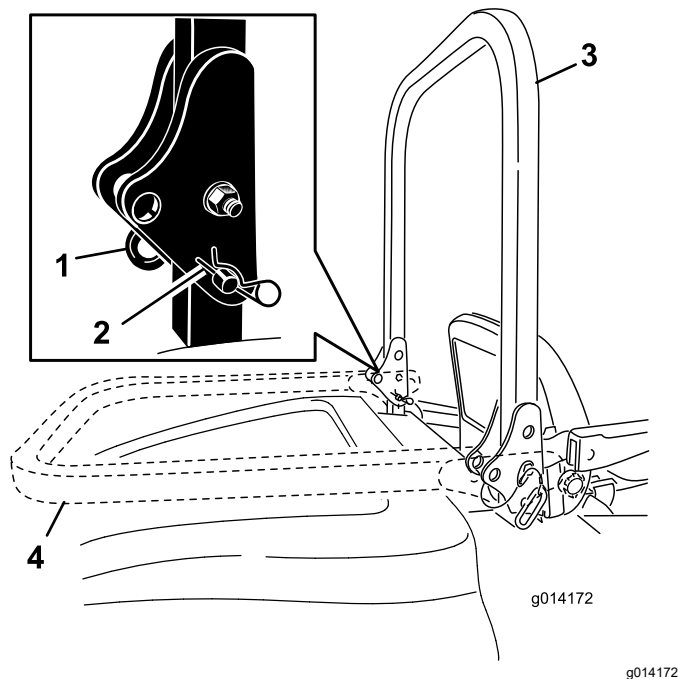

Рисунок 19
2. Извлеките 2 шплинта и снимите 2 пальца (Рисунок 19).
3. Поднимите защитную дугу в вертикальное положение (Рисунок 19).
4. Закрепите защитную дугу с помощью 2 пальцев и 2 шплинтов (Рисунок 19).
1. Извлеките шплинты, нажмите на защитную дугу вперед, преодолевая усилие пружин, и извлеките 2 пальца (Рисунок 19).
2. Опустите защитную дугу в нижнее положение (Рисунок 19).
3. Вставьте 2 пальца в поворотные пластины и закрепите пальцы 2 шплинтами (Рисунок 19).